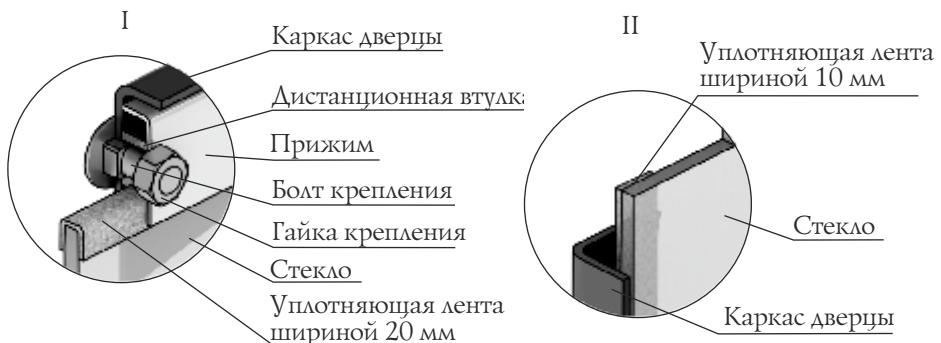

Рисунок 17. Крепление светорозрачного экрана дверцы модели «Витра»
3. Возьмите новое стекло. Если на нем нет уплотняющих лент, наклейте их: лента шириной 20 мм наклеивается сверху и снизу стекла «П» - образно (рисунок 17.I), лента шириной 10 мм наклеивается вертикально, вдоль боковых сторон стекла (рисунок 17.II).
4. Вставьте стекло в упор, при этом лента, наклеенная с боковых сторон (вертикальная) должна быть зажата между стеклом и каркасом дверцы (рисунок 17.II).
ВНИМАНИЕ! Гайки, крепящие прижим накручиваются на болты крепления через дистанционные втулки (рисунок 17.I).